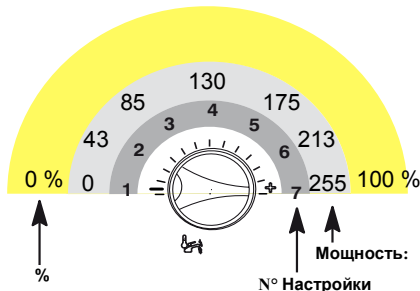

Fig. 2.51
- 2 Для изменения настройки, повернуть рукоятку регулирования температуры ГВС в правильное положение (пример: на Fig. 2.51 рукоятка установлена на седьмую позицию, смотреть также таблицы в руководстве бойлера Глава *Проверка*